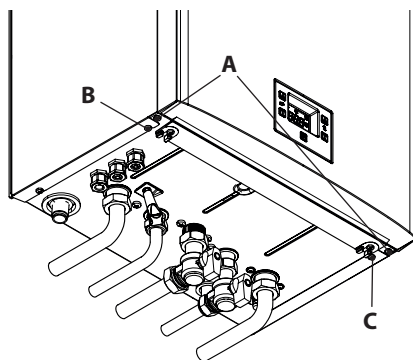
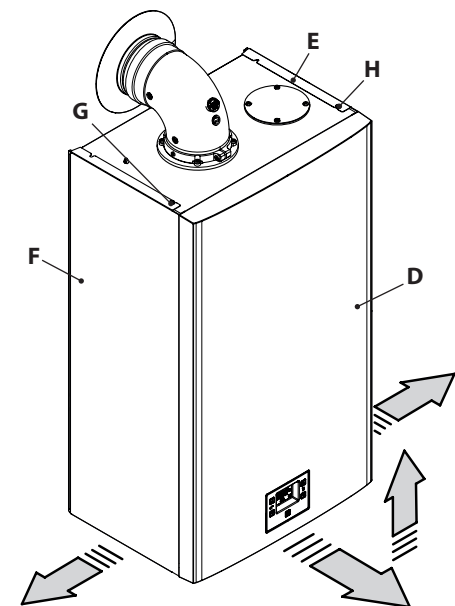

Figura 9.7
Figura 9.8
- Desenrosque los tornillos **A** y desmonte el panel frontal **D** tirando de él hacia usted y luego levantándolo para liberarlo de los alojamientos superiores (Figura 9.7 y Figura 9.8).
Afloje los tornillos **B**, **C**, **G** y **H** de la Figura 9.7 y desmonte los dos paneles laterales **E** y **F** tirando de ellos hacia afuera.